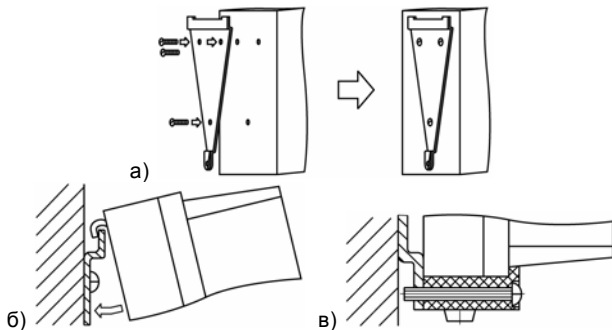

Рисунок 5.1 Монтаж прибора настенного исполнения
- 1) Закрепить кронштейн тремя винтами М4 на поверхности, предназначенной для установки прибора (см. Приложение А и рисунок 5.1, а).
- 2) Зацепить крепежный уголок на задней стенке прибора за верхнюю кромку кронштейна (рисунок 5.1, б).
- 3) Прикрепить прибор к кронштейну винтом М4 х 35 из комплекта поставки (рисунок 5.1, в).